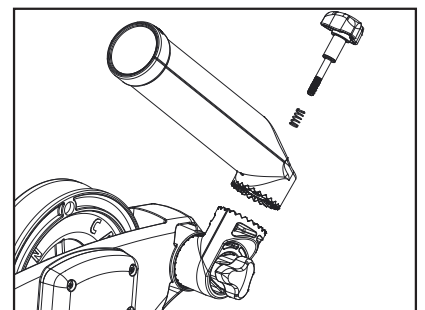

Figure 8
5. Fixez le support de canne à pêche au treuil à ligne lestée sur le côté gauche en utilisant le bouton à ressort fourni. (Figure 8)